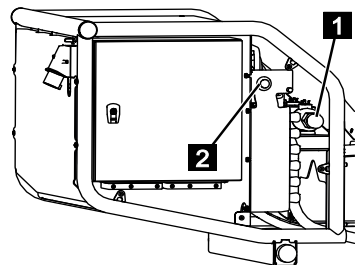

Fig. 177
3. Enfoncer la vanne (Fig.177/1) et la verrouiller dans le sens des aiguilles d'une montre.
4. Appuyer sur le bouton [Commande de secours] (Fig.177/2) et le maintenir enfoncé.